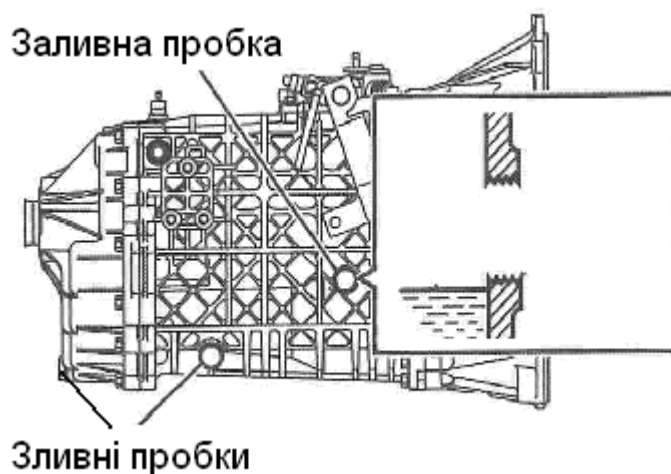

Рисунок 12.7.5.1 – Заливна і зливні пробки на КПШ
1. Зніміть заливну пробку (рис. 12.7.5.2).